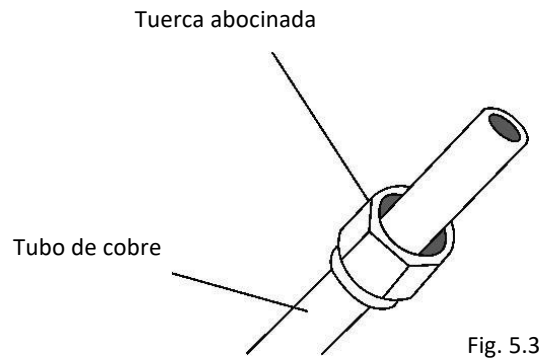

Fig. 5.3
3. Coloque las tuercas abocinadas en ambos extremos de la tubería. Asegúrese de que están mirando en la dirección correcta, porque no se puede poner o cambiar su dirección después de la quema. Vea la Fig. 5.3.